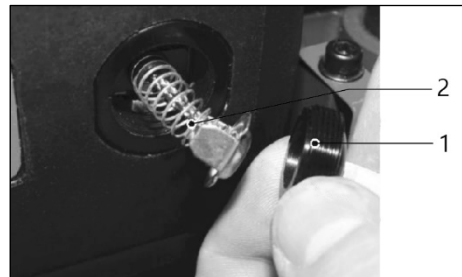

Рисунок 12.
- ослабьте крепление щеткодержателя **1** (рис. 12) и осторожно выньте щётки из двигателя;